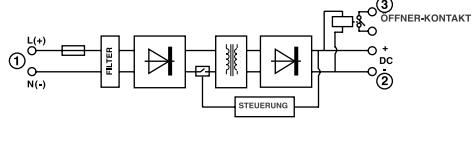

Abbildung 2
2.1 Eingang (1)
- Der in Abbildung 2 mit 1 gekennzeichnete Teil stellt die Netzspannungs- und Neutralversorgungseingänge des PS-362 dar.
2.2 Ausgang (2)
- Der in Abbildung 2 mit 1 gekennzeichnete Teil stellt den DC-Spannungsausgang des PS-362 dar.
3.3 Kontaktausgang (3)
Montage (Abbildung 2)